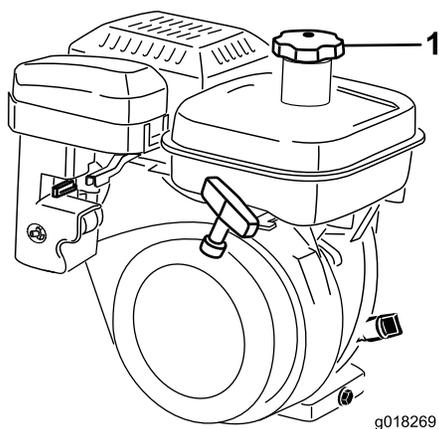

Рисунок 20
1. Очистите область вокруг крышки топливного бака и снимите крышку (Рисунок 20). Используйте неэтилированный бензин; заправляйте топливный бак не выше низа сетчатого фильтра. Не допускайте переполнения.